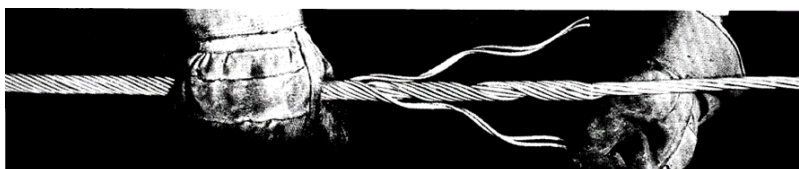

Рис. 5.
9. Для того чтобы легче и без деформирования спиралей завершить монтаж расплетите пряди на отдельные спирали (на длине одного последнего шага). Заплетите спирали по отдельности, надавливая на них большим пальцем руки, до тех пор, пока они не будут полностью плотно посажены на концах зажима на провод (см. рис. 5).